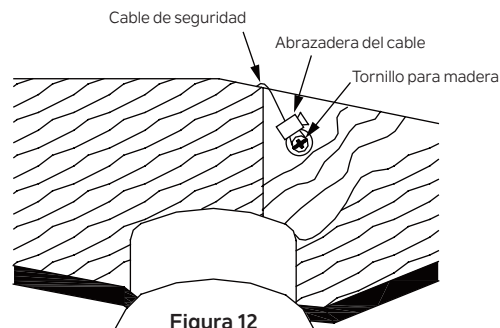

Figura 12
Paso 2. Inserte el cable de seguridad a través del soporte de montaje y uno de los orificios de la caja de salida en el techo. Ajuste la longitud del cable de seguridad para alcanzar el tornillo para madera y la arandela plana tirando del cable adicional a través de la abrazadera del cable hasta que la longitud total sea adecuada. Vuelva a colocar el extremo del cable a través de la abrazadera del cable formando un lazo en el extremo del cable. Apriete firmemente la abrazadera del cable. Ahora, coloque el lazo en el extremo del cable de seguridad sobre el tornillo para madera y debajo de la arandela plana. Apriete firmemente el tornillo para madera. **(Figura 12)**